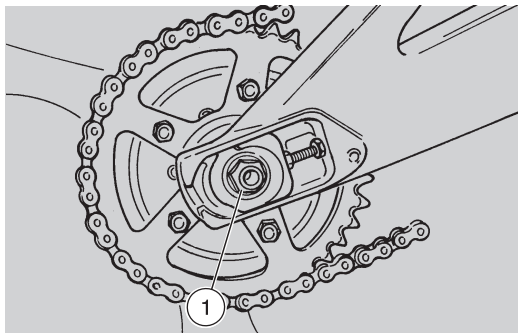

Abb. 36
- die Befestigungsmutter abschrauben (1-Abb. 36);
- die Profilscheibe (1-Abb. 36) einführen und zudrehen, bis die Steckachse platziert ist;
- die Profilscheibe festziehen (1-Abb. 36).